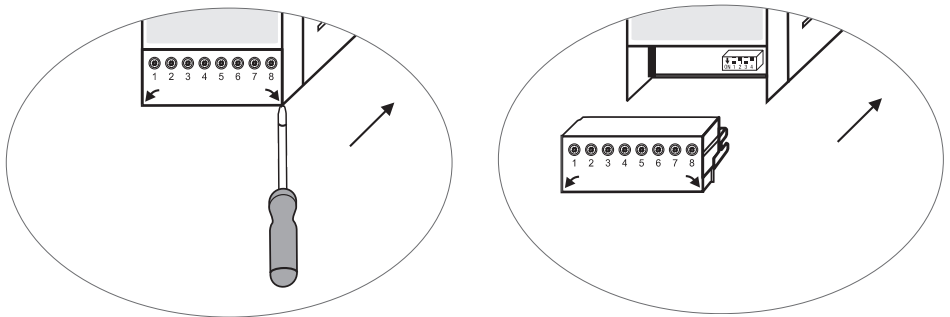

Fig. 22
- Verwijder de bovenste en onderste klemmenstrook (Fig. 22)